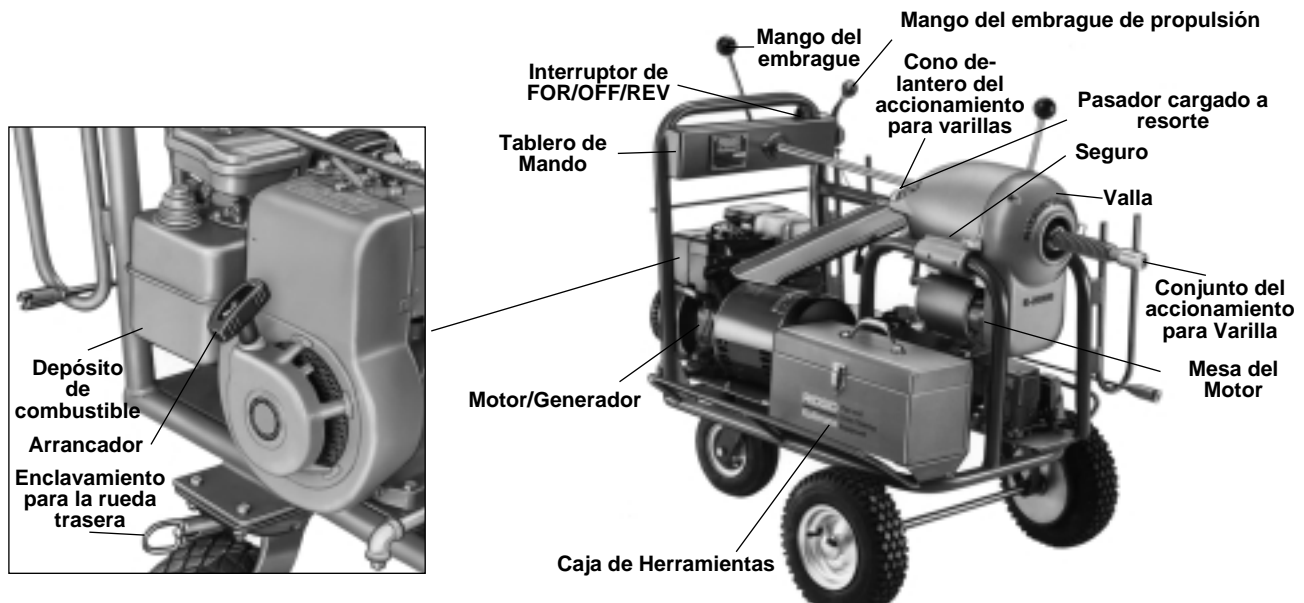

Figura 6 – Máquina K-2000 con manguera guía para cable y mango del embrague en el alojamiento para el control remoto
1. Suelte los dos seguros (Figura 6) y extraiga la valla situada en la parte delantera de la máquina.
7. Instale el conjunto de accionamiento para varilla (Figura 6) a través del cuerpo y engánchelo en el cono delantero del accionamiento. Asegúrese de que el pasador cargado a resorte se enclave en el cono delantero.
3. Mueva del interruptor de **FOR/OFF/REV** (Figura 6) en el cuadro de mando a la posición de **FOR** (Adelante).
4. Girando el mango del embrague de propulsión (Figura 6) hacia adelante, hacia la posición horizontal, mueva la máquina hacia adelante.